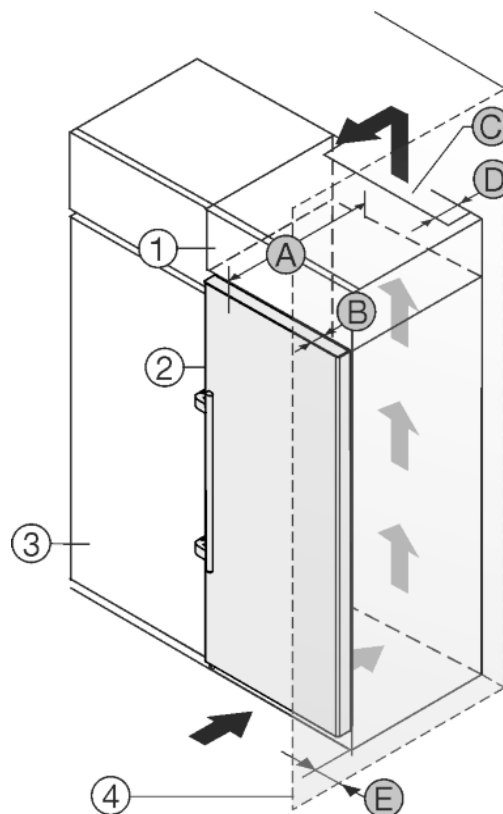

Fig. 30
Urządzenie może zostać obudowane szafkami kuchennymi. Aby dopasować urządzenie Fig. 30 (2) do wysokości ciągu szafek kuchennych, można nad urządzeniem umieścić szafkę nasadzaną Fig. 30 (1).
Urządzenie można ustawić bezpośrednio obok szafki kuchennej Fig. 30 (3). By móc całkowicie otworzyć drzwi, urządzenie musi wystawać przynajmniej o głębokość Fig. 30 (B) za front szafki kuchennej. W zależności od głębokości szafek kuchennych oraz od zastosowania elementów dystansowych urządzenie może wystawać jeszcze bardziej.
- Na tylnej ścianie szafki nasadzonej wymagany jest wywiewny kanał wentylacyjny o głębokości *Fig. 30 (D)* na całej szerokości szafki.
- Pod sufitem pomieszczenia należy zachować przekrój odpowietrzający *Fig. 30 (C)*.
Jeżeli urządzenie będzie ustawiane z zawiasami do ściany *Fig. 30 (4)*, to pomiędzy urządzeniem i ścianą należy zachować odstęp *Fig. 30 (E)*. Na taką odległość wystaje klamka przy otwartych drzwiach.